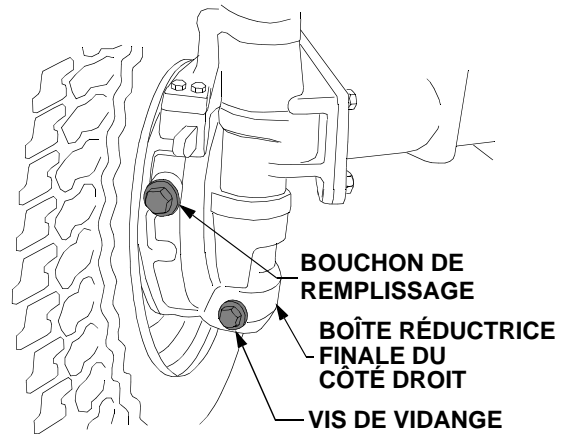

Figure 49
- De la boîte réductrice, retirez le bouchon de remplissage et la vis de vidange, puis vidangez l'huile. Voir la Figure 49. Une fois l'huile vidangée, revissez la vis de vidange.